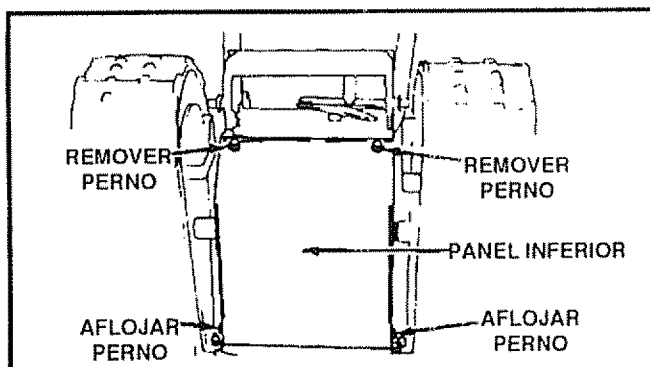

FIG. 34
- Remueva los paneles inferior (See Fig. 34)